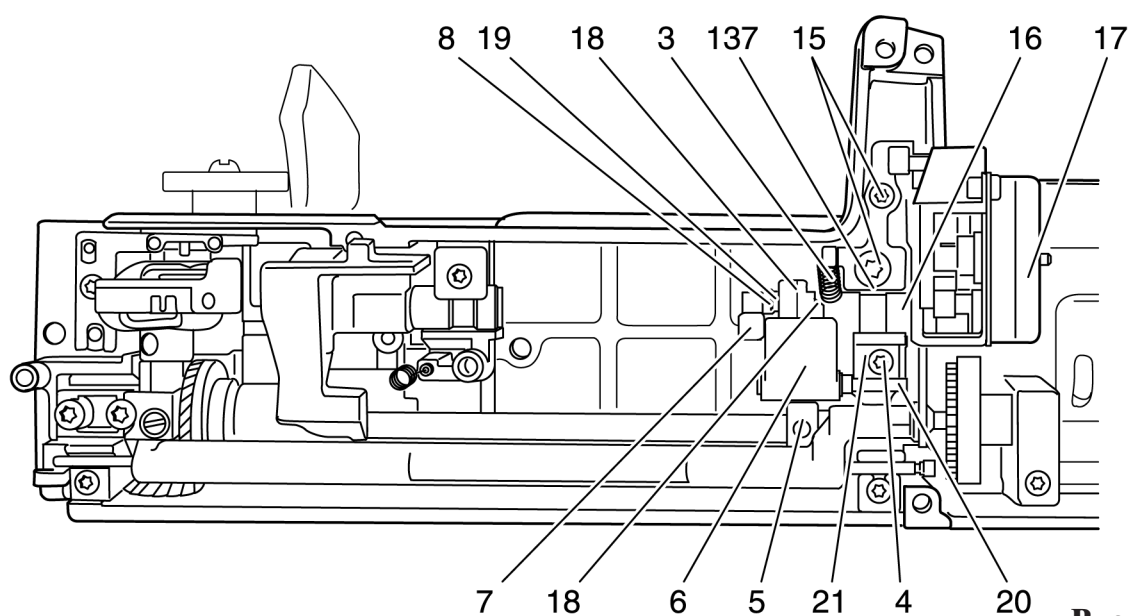

Рис. 107
- Снимите пружину растяжения 3 (рис. 107).
- Вставьте в полный сбор шаговый двигатель транспортера 17 с крепежным щитком (рис. 107).